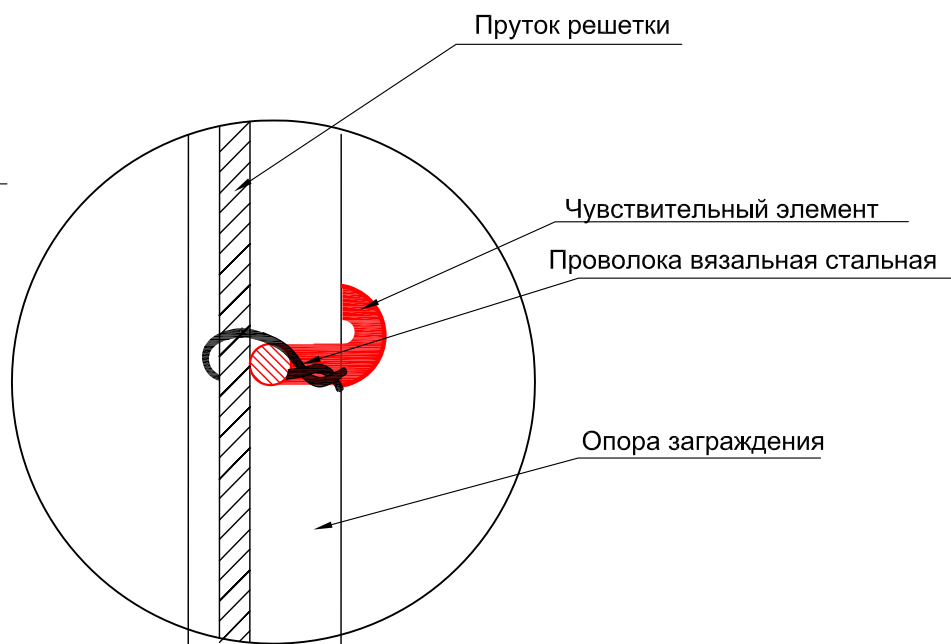

Рис. 5. Крепление чувствительного элемента к прутку решетки с помощью проволоки вязальной.
1. Крепление чувствительного элемента осуществлять вязальной стальной оцинкованной проволокой Ø1,6 мм, ГОСТ 3282-74 через каждые 0,25-0,3 м, вблизи опор - через 0,1-0,15 м. Скрутку проволоки следует выполнять до начала видимой деформации оболочки кабеля (см. лист 35, рис. 5).